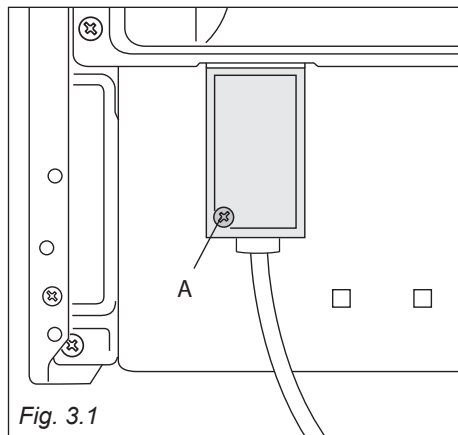

Fig. 3.1
- Dévissez les vis de fixation de la protection "A" située derrière la cuisinière (fig. 3.1).